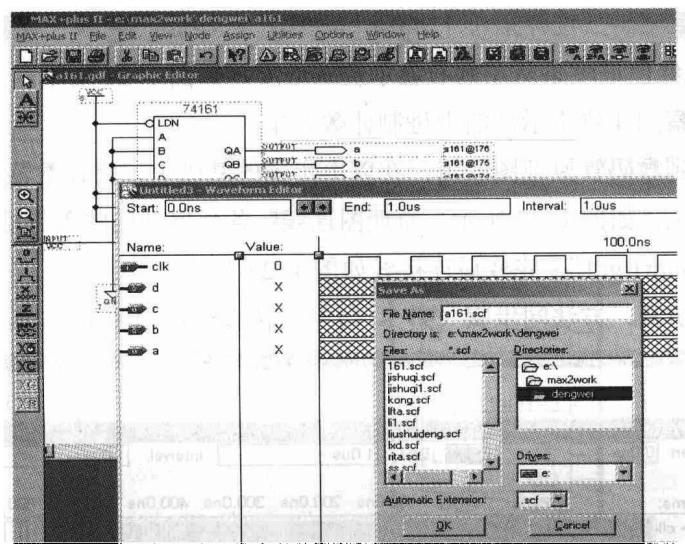

图 1-17 保存波形
- (12) 保存波形：选择菜单 [File] | [Save]，保存为“.scf”文件，如图 1-17 所示。